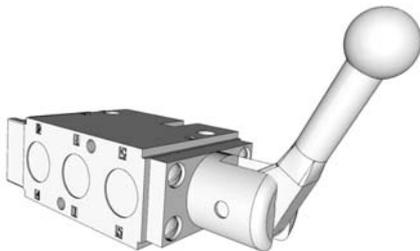

FIG. 16
- Poignée tirée : met l'enrouleur sous tension (FIG. 16).